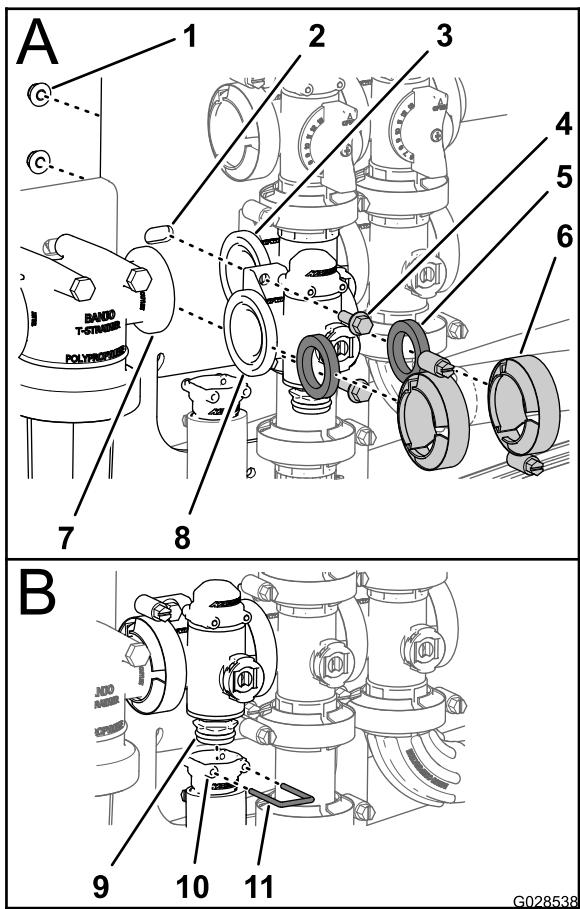

Figure 101
- Placez joint entre les brides de du collecteur du régulateur de débit et de la tête du filtre sous pression (A de Figure 101).
- Montez le collecteur du régulateur de débit, le joint et la tête du filtre sous pression avec un collier serré à la main (A de Figure 101).
- Placez un joint entre les brides du régulateur de débit et du collecteur de la vanne d'agitation (A de Figure 101).
4. Montez le collecteur du régulateur de débit, le joint et le collecteur de la vanne d'agitation avec un collier serré à la main (A de Figure 101).
5. Montez le régulateur de débit sur le support à l'aide des 2 boulons à embase et des 2 contre-écrous (A de Figure 101) que vous avez retirés à l'opération 3 de Dépose du régulateur de débit de collecteur (page 72), et serrez l'écrou et le boulon à un couple de 1 017 à 1 243 N·cm.
6. Montez le raccord de sortie sur le raccord d'embout inférieur de la soupape de collecteur (B de Figure 101).
7. Fixez le raccord d'embout au raccord de sortie en insérant un étrier de fixation dans la douille du raccord de sortie (B de Figure 101).